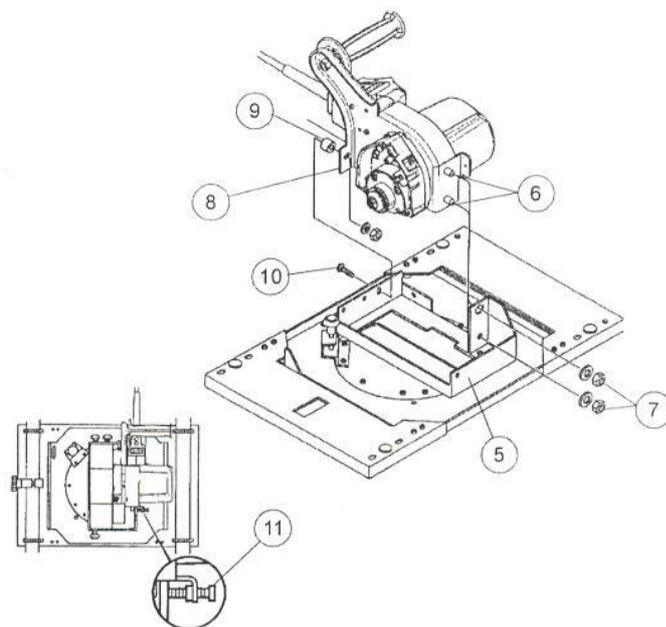

РИС. 28. Снятие мотора на всех станках серии С и Н
Для того, чтобы снять пильный мотор с поворотной базы, необходимо (см. РИС. 28):
4. Отвинтить гайки с двух нижних крепежных винтов (6 и 10 на РИС. 28)